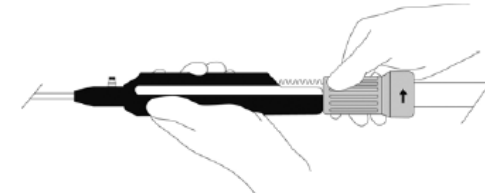
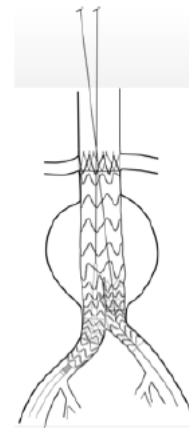

Figura 12
Figura 24
- Para começar o implante da endoprótese, segure a garra estacionária preta, de forma que a endoprótese não possa ser movida, e gire o botão de rotação cinza em direção à seta (Figura 12). Conforme a extremidade proximal da endoprótese começar a se expandir, observe-a e anote qualquer movimento longitudinal ou radial que precise ser ajustado.
25. Comece o implante da Extensão Ilíaca contralateral girando o botão cinza (no sentido horário com a seta – Figura 12). Monitore atentamente a expansão da Extensão Ilíaca por meio de fluoroscopia, para garantir que está localizada corretamente, e ajuste conforme necessário.
54. Comece o implante da Extensão ilíaca ipsilateral girando o botão cinza (no sentido horário da seta – Figura 12). Monitore atentamente a expansão da Extensão por meio de fluoroscopia, para garantir que está localizada corretamente, e ajuste lentamente, conforme necessário. (Figura 24)